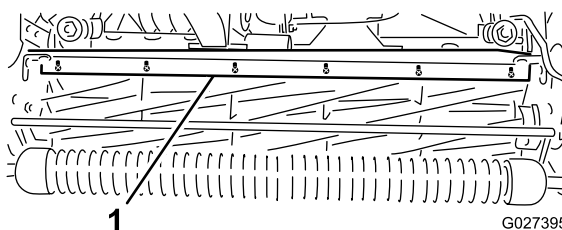

Figura 59
1. Desaperte os parafusos que fixam a barra superior (**Figura 59**) à unidade de corte.